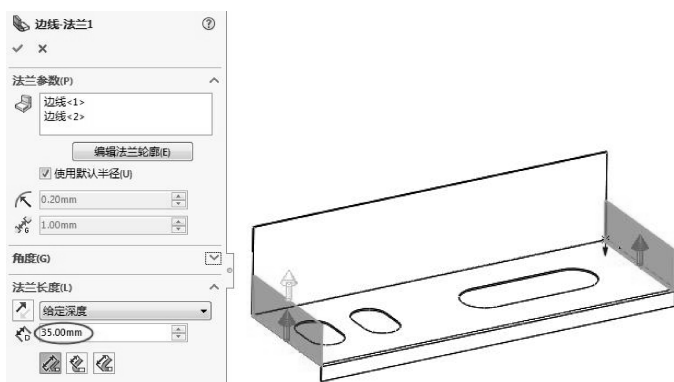

图 6-27 创建边线法兰
- 06 创建侧翼。单击【钣金】选项卡中的【边线法兰】按钮 ，弹出【边线-法兰】属性面板。选择要创建边线法兰的钣金边线，法兰长度设为【给定深度】，输入值 35，单击【确定】按钮，创建出如图 6-27 所示的边线法兰。